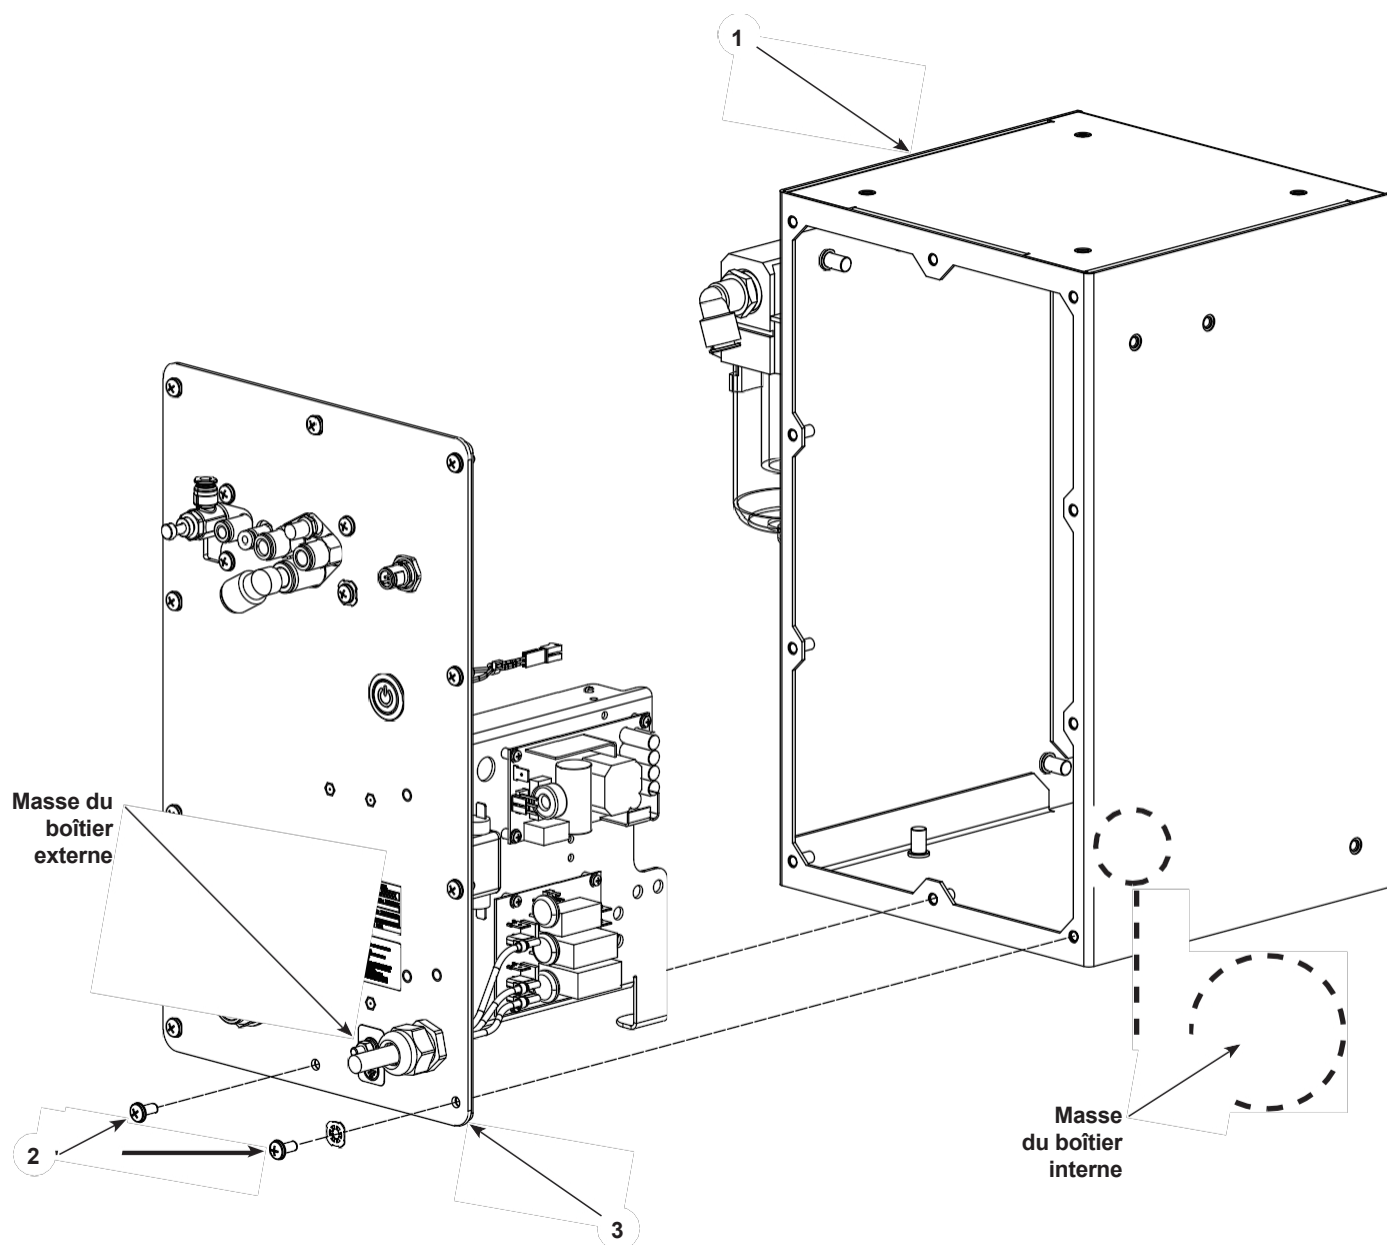

Figure 7-2 Démontage du panneau
3. Voir la figure 7-2. Retirez les dix vis (2) qui fixent le panneau (3) boîtier (1).